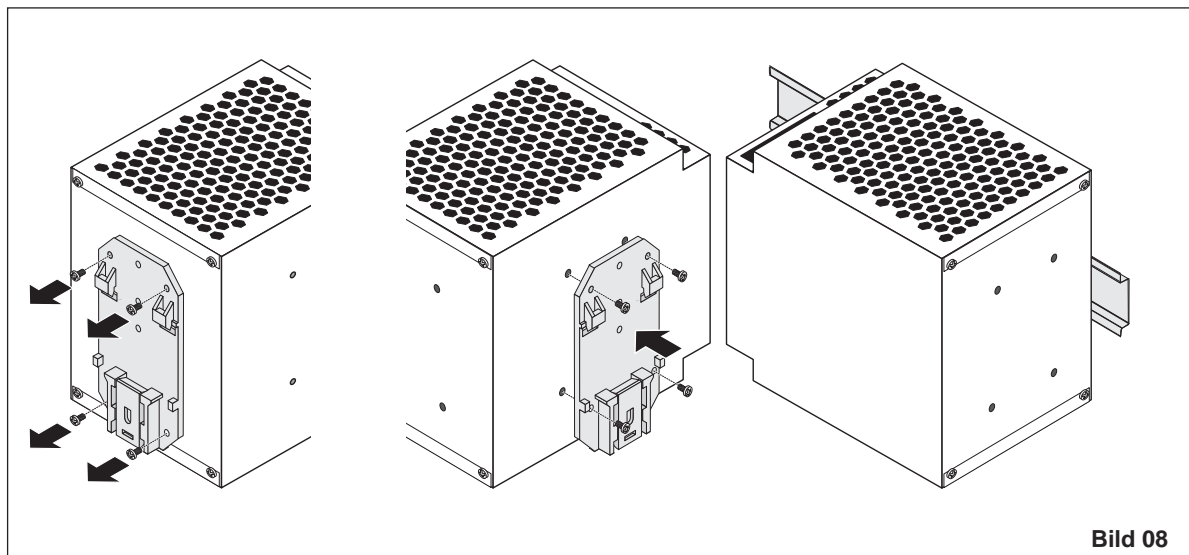

Bild 08
Eine flache Einbaulage erreichen Sie durch Montage 90 ° zur Tragschiene. Montieren Sie dazu den Tragschienenadapter (UTA 107) ⑦ wie in Bild 08 beschrieben. Hierzu ist kein weiteres Montagematerial erforderlich. Befestigungsschrauben: Torx T10 (Anzugsmoment 0,8 - 0,9 Nm).